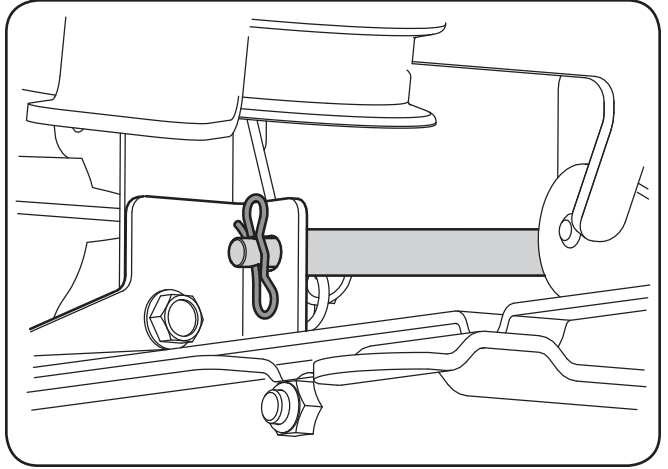

Figure 7-4
9. Enlever la goupille fendue reliant la tige de stabilisation du plateau de coupe au châssis du tracteur. Voir Fig. 7-4.